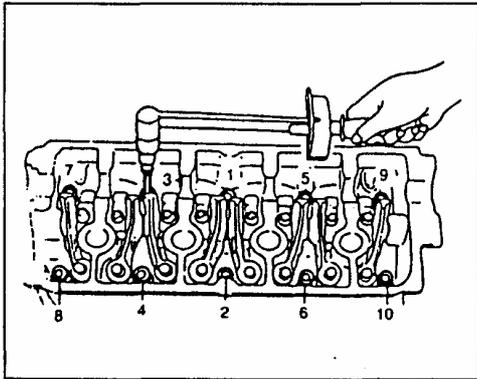

Рис. 177
- 10) Установите головку цилиндров в сборе на блок цилиндров как показано на рисунке (Рис. 177).